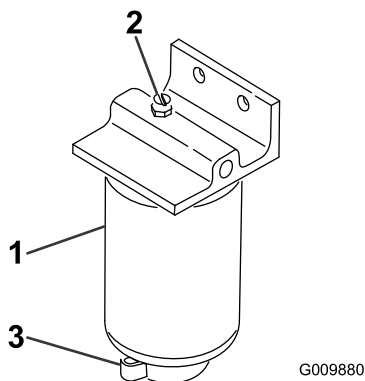

Рисунок 49
2. Открутите сливной кран в днище стакана фильтра (**Рисунок 49**).
1. Очистите область крепления стакана фильтра (Рисунок 49).